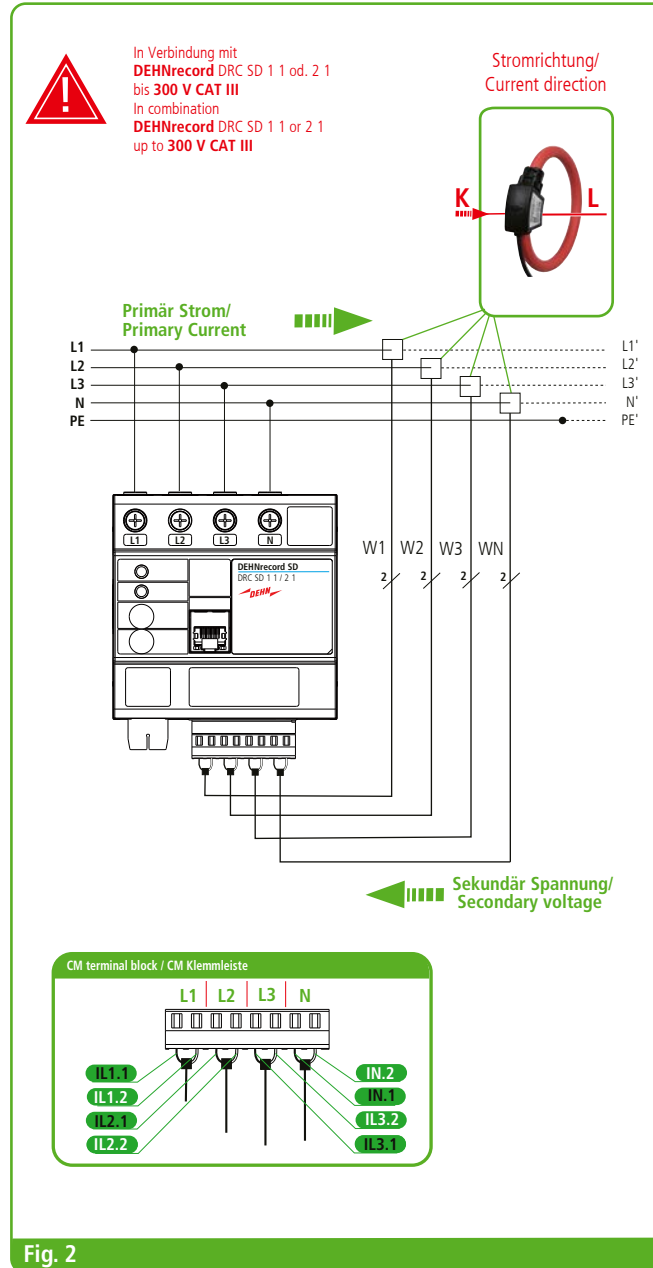

Fig. 2
Der Stromwandler DRC SD RCS 1000 kann nahezu in allen gängigen Netzsystemen, wie z.B.: **TT, TN (-C) - S** und **TNC-Systemen** eingesetzt werden! Beim **TNC-System** ist damit auch der gemeinsame **PEN-Leiter** gemeint (siehe Fig. 2).
- Je nach Netzform erfolgt die Montage des Wandlers am jeweiligen **Primärleiter L1, L2, L3** und **N** oder **PEN** (siehe Fig. 2).
- Das Anbringen des Wandlers an den jeweiligen Primärleiter darf nur in Stromrichtung (K ⇒ L) erfolgen (siehe Fig. 1 und Fig. 2).
- Die Sekundärleitungen des Stromwandlers DRC SD RCS 1000 werden an der Klemmleiste CM vom **DEHNrecord SD** DRC SD angeschlossen (siehe Fig. 2).
- Beim Anschluss der Sekundärleitungen an das **Smart Device** ist die Klemmenzuordnung nach Fig. 2 genau zu beachten:
The current transformer DRC SD RCS 1000 can be used in almost all common system configurations, such as: **TT, TN (-C) - S** and **TNC systems**! In the **TNC system**, this also refers to the shared **PEN conductor** (see Fig. 2).
- Depending on the type of network, the transformer is mounted on the respective **primary conductor L1, L2, L3** and **N** or **PEN** (see Fig. 2).
- The transformer may only be attached to the respective primary conductor in the direction of current (K ⇒ L) (see Fig. 1 and Fig. 2).
- The secondary conductors of the DRC SD RCS 1000 current transformer are connected to the terminal block of the DRC SD DEHNrecord (see Fig. 2).
- When connecting the secondary conductors to the **smart device**, the terminal assignment according to Fig. 2 must be observed exactly: